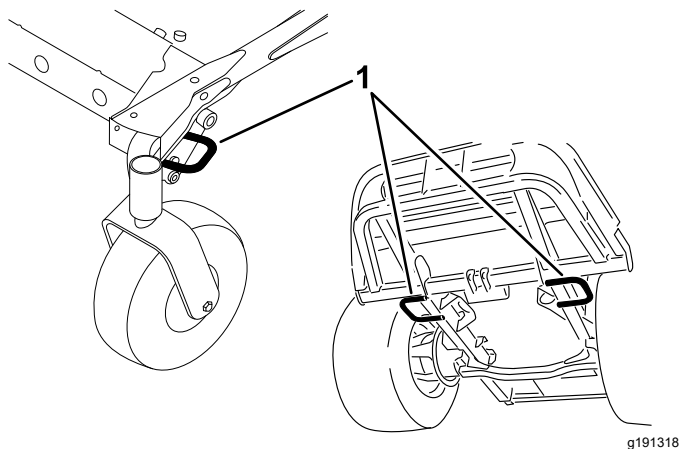

Figure 34
5. Servez-vous des points d'attache de la machine pour l'arrimer solidement sur la remorque ou le véhicule de transport au moyen de sangles, chaînes, câbles ou cordes (Figure 34).